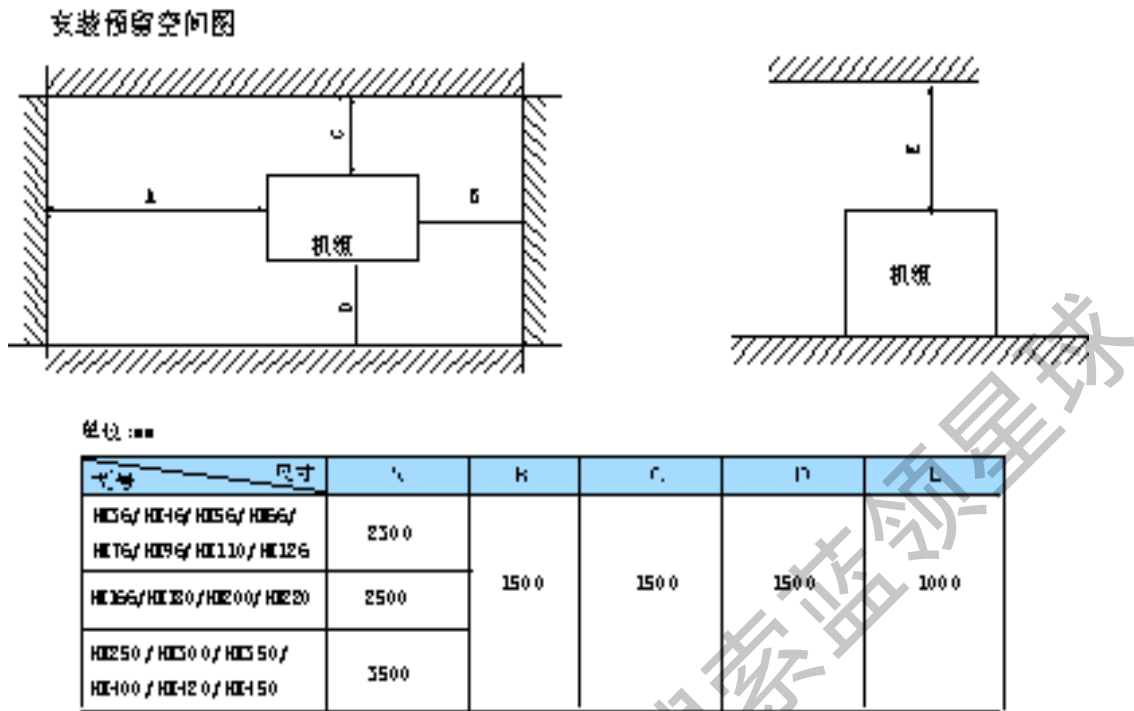

图 1 预留空间图
4、 机房应有足够的空间以便机组的安装和维修保养；机房应有足够的拔管空间；同时压缩机上方不应敷设管道及线管。空间要求见图 1。